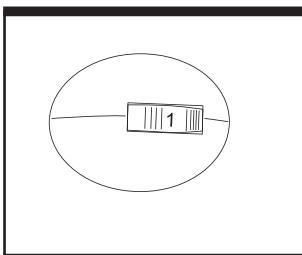

Fig. 12
9. INTERRUPTEUR DE VITESSE VARIABLE (Fig. 12)